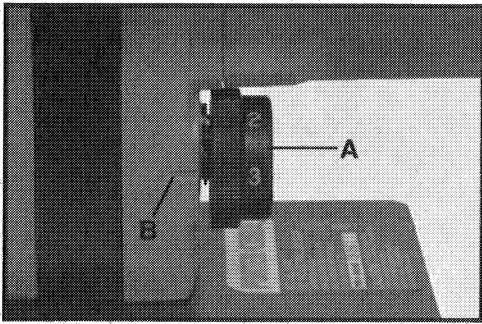

Fig. 8
La órbita de la següeta puede cambiarse cuando seleccione cualquiera de los cuatro números, de "0" a "3" en el botón (A), Fig. 8. El "0" no produce órbitas y el "3" produce la órbita máxima. La órbita se ajusta con el motor en marcha o parado. Dé vuelta al botón (A), Fig. 8, para alinear el ajuste orbital deseado con el índice (B), Fig. 8. Para cortar metal, use el ajuste orbital de "0".